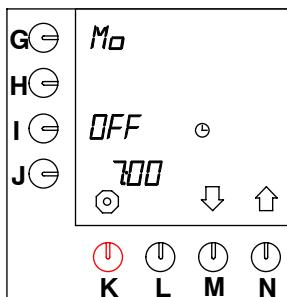

Fig. 32 Precalentamiento del contenedor
- El display muestra “0” en la posición adjunta a la de la tecla de programación (I.), ver fig. 32 .